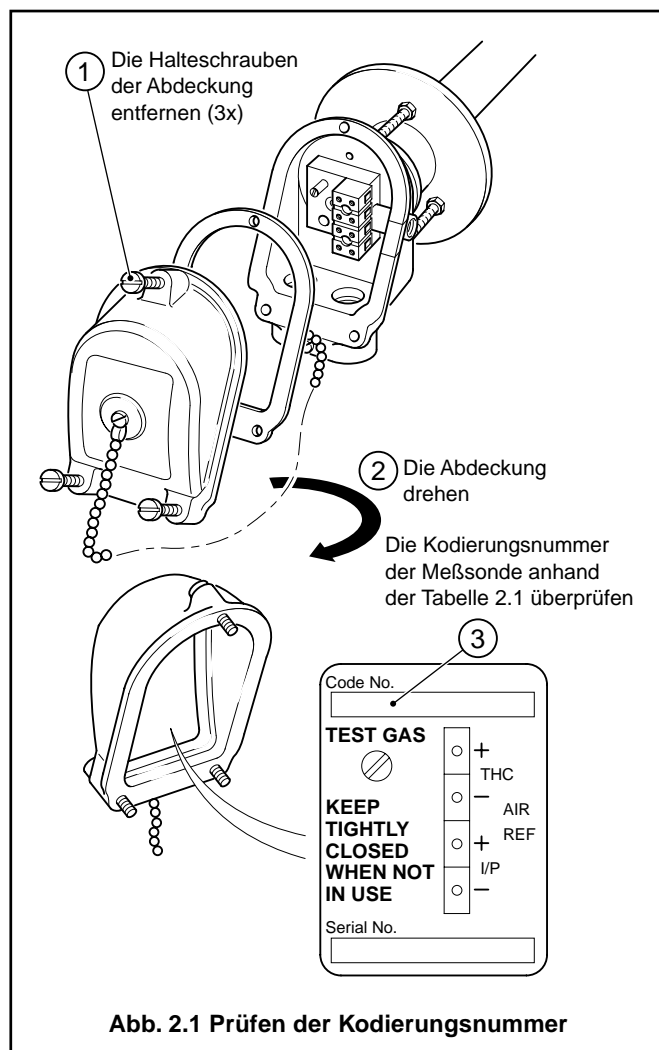

Abb. 2.1 Prüfen der Kodierungsnummer
2.2 Prüfen der Kodierungsnummer – Abb. 2.1
Vor Einbau des Instruments die Kodierungsnummer auf der Meßsonde prüfen – siehe Abb. 2.1.